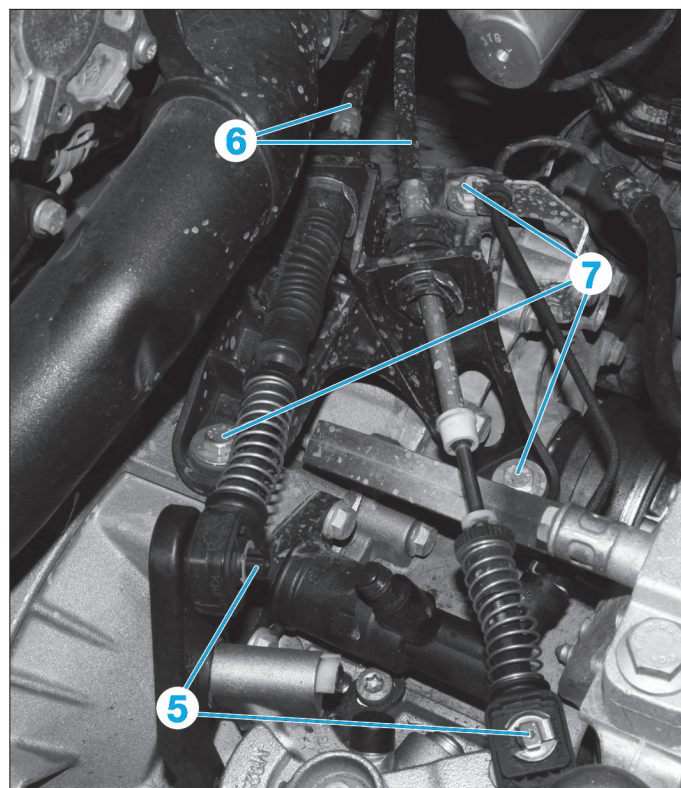

Fig. 8
- Déposer les circlips (5) puis débrancher les câbles de commande des vitesses (6) (Fig.8).
- Déposer les 3 écrous puis le support (7).